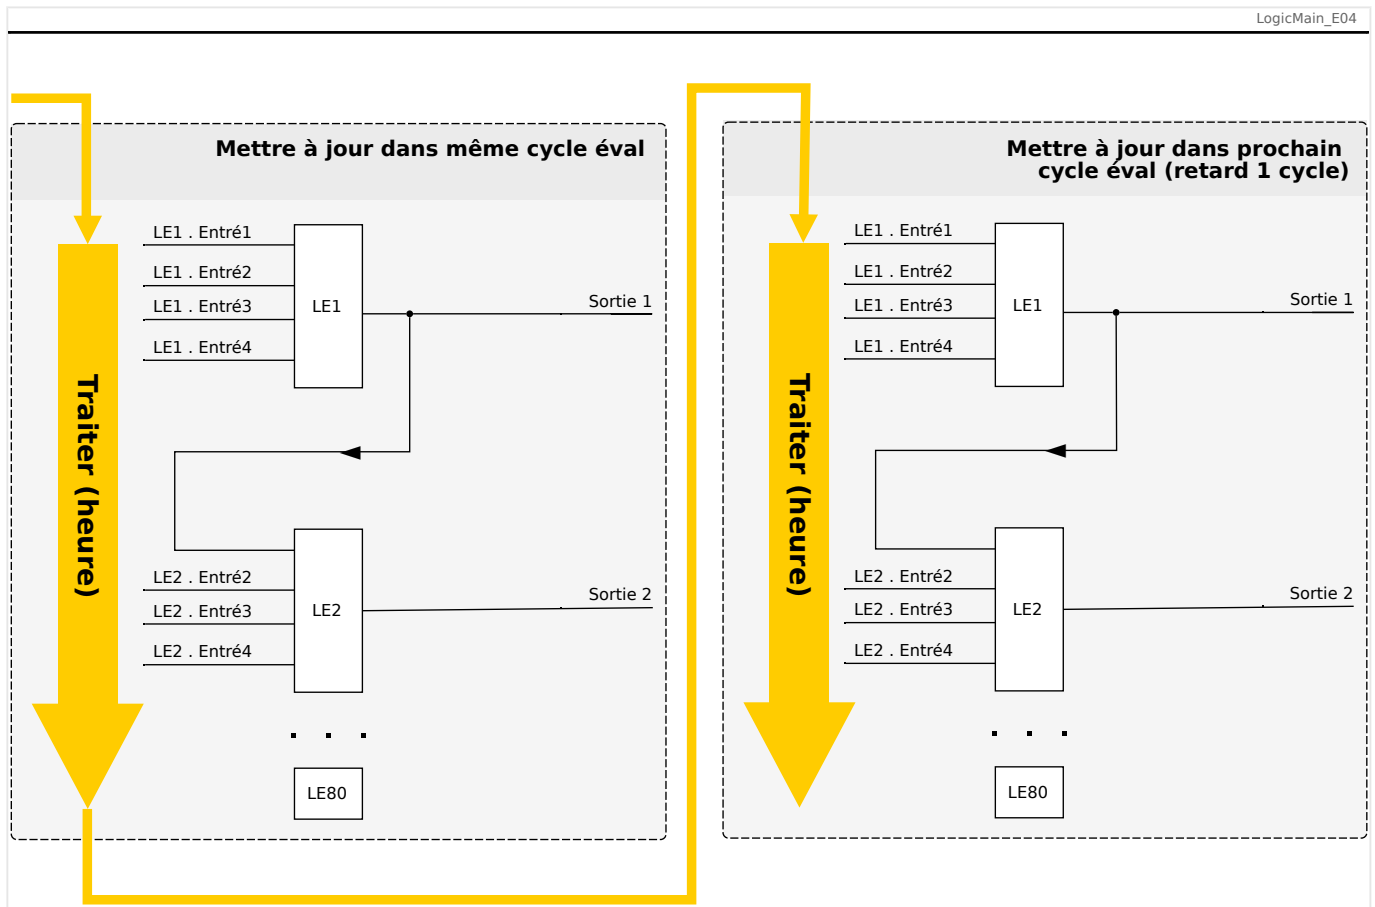
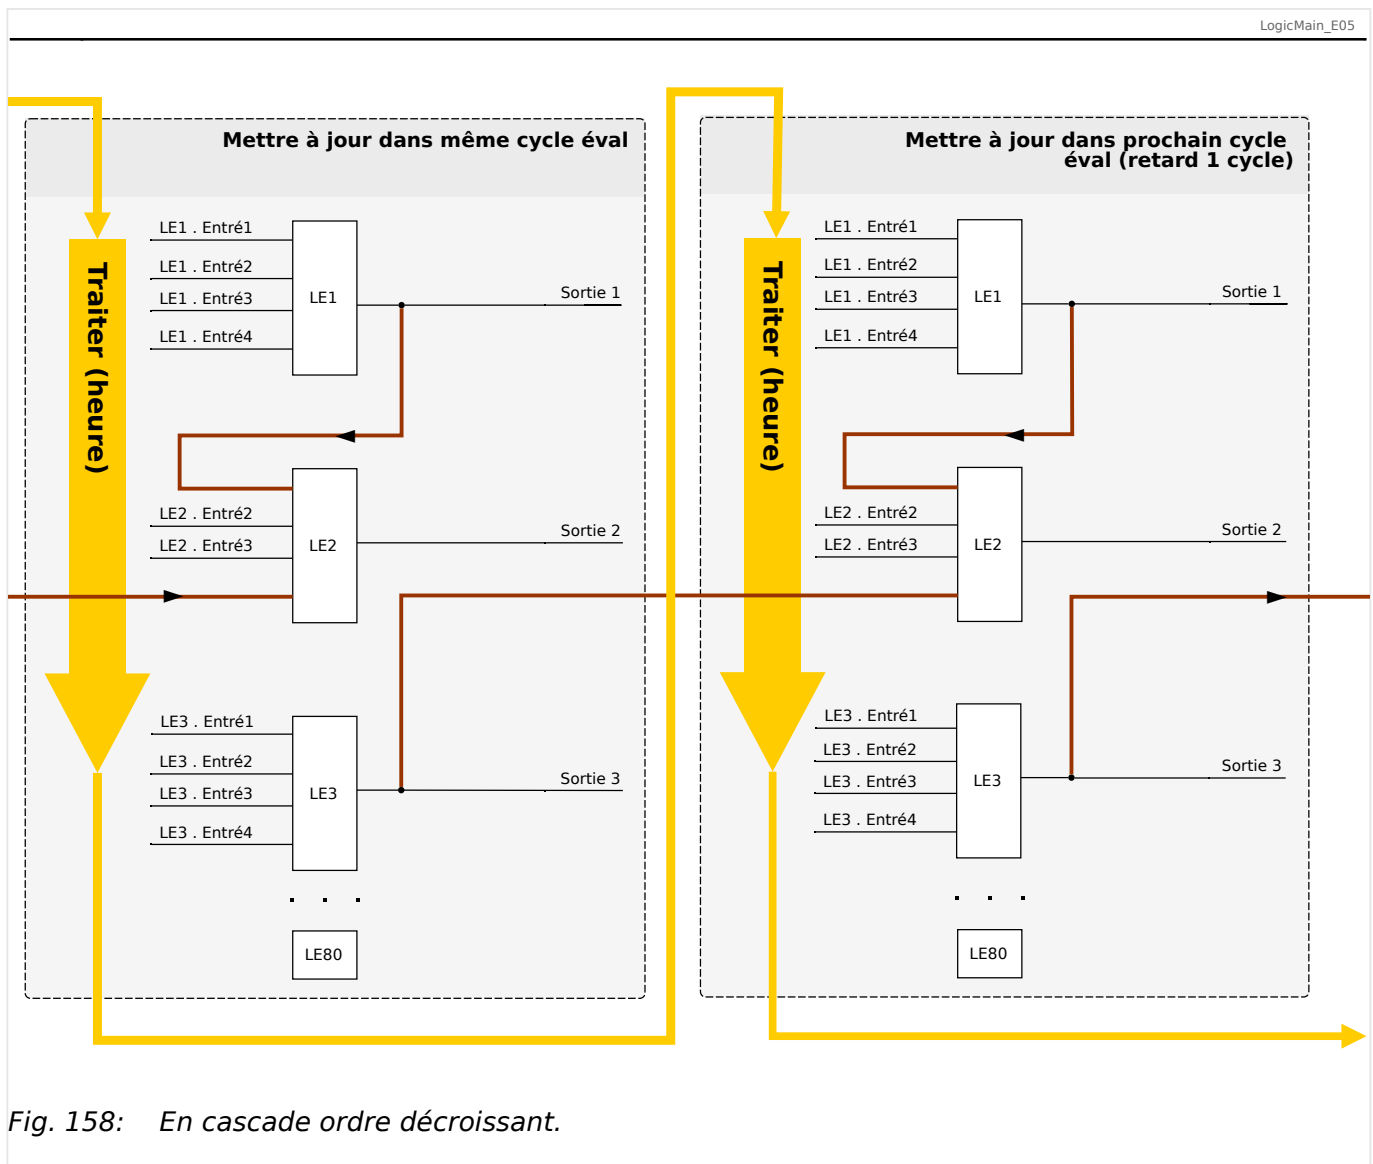

Fig. 157: En cascade ordre croissant.
Fig. 158: En cascade ordre décroissant.
- Dans une séquence **ascendante**, certaines sorties sont injectées en entrée dans une équation logique portant un numéro **plus élevé**. Par exemple, le schéma  Fig. 157 ci-dessous indique que le résultat de l'équation logique LE1 est utilisé en tant qu'entrée de l'équation logique LE2.
- Dans une séquence **descendante**, certaines sorties sont injectées en entrée dans une équation logique portant un numéro **plus bas**. Par exemple, le schéma  Fig. 158 indique que le résultat de l'équation logique LE3 est utilisé en tant qu'entrée de l'équation logique LE2.
Les séquences ascendantes et descendantes peuvent être utilisées et combinées les unes avec les autres, sans différence immédiate. Toutefois, en raison de l'évaluation de toutes les équations par ordre ascendant, les valeurs de temps de fonctionnement réelles qui sont injectées en entrée d'une équation auront un « âge » différent, comme on peut le voir dans  Fig. 157 et  Fig. 158 ci-dessous.
Dans l'exemple présenté dans Fig. 158 ci-dessus, l'équation logique « 2 » utilise les états de sortie de deux autres équations, les équations logiques « 1 » et « 3 ». Le résultat de l'équation logique « 1 » est utilisé dans l'ordre ascendant. Il a par conséquent été évalué au cours du même cycle de traitement. Le résultat de l'équation logique « 3 » est utilisé dans l'ordre descendant. Il a par conséquent été évalué au cours du cycle de traitement précédent.